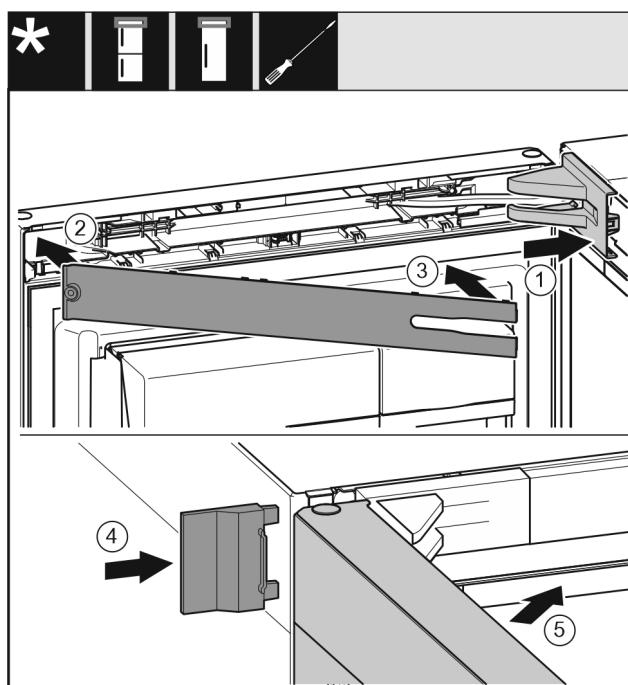

Fig. 25
- ▶ Встановіть та зафіксуйте кришку опорного кронштейна, у разі необхідності – обережно розтисніть. Fig. 25 (1)
- ▶ Встановіть панель. Fig. 25 (2)
- ▶ Поверніть і зафіксуйте панель. Fig. 25 (3)
- ▶ Насуньте зовнішню кришку. Fig. 25 (4)
- ▶ Закрійте верхні дверцята. Fig. 25 (5)